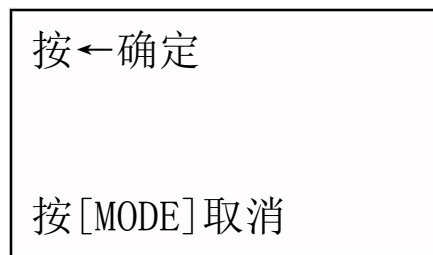

图 34
- e. 按←键进入确认界面，此刻按←键确认删除当前文件，按 **MODE** 键返回菜单状态。如图 34
- 用↑或↓键移动光标至恢复默认设置，按←键将进入图 34 确认界面，此刻按←键确认恢复默认设置，按 **MODE** 键返回菜单状态。